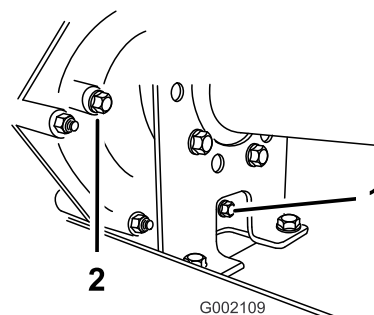
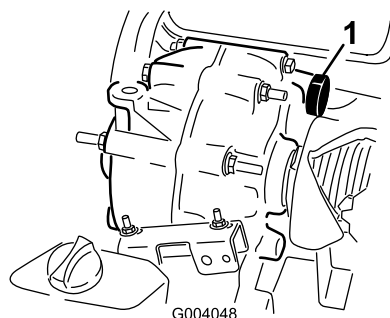

Figura 35
Figura 36
2. Retire o tampão de escoamento do lado direito do reservatório (Figura 35) e deixe o fluido escorrer para um recipiente adequado.
4. Encha o reservatório (Figura 36) com cerca de 1,4 litros de óleo de motor SAE 10W30 ou até que o nível de óleo atinja o fundo do orifício indicador (Figura 35).